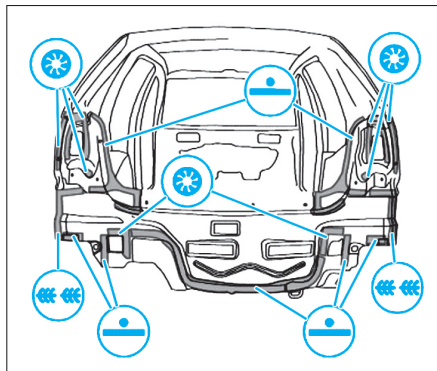

FIG. 123
- Souder la jupe arrière comme illustré (Fig.123).